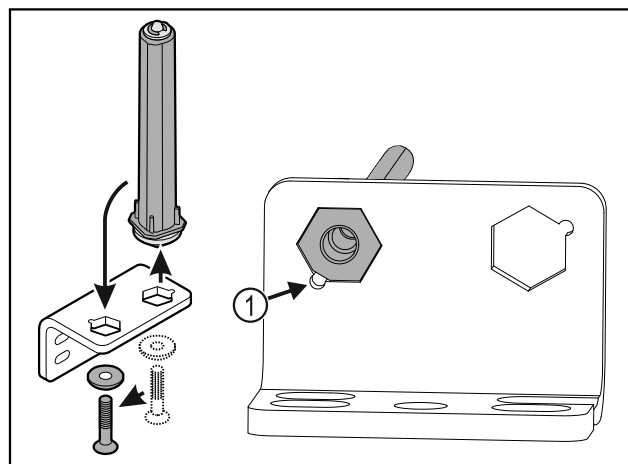

Fig. 25
- ▶ При поставянето внимавайте за това, скосяването на болта Fig. 25 (1) да сочи към кръглия отвор.